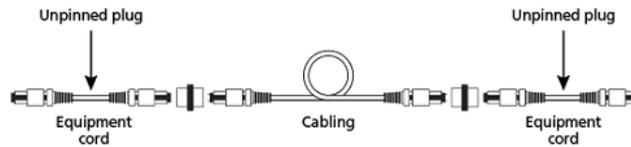

Abbildung 4. Kein Führungsstift an beiden Enden (Kanal)
- Kein Führungsstift an beiden Enden des Kanals (siehe Abbildung 4).